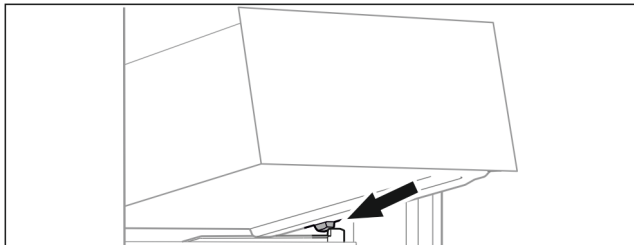

Fig. 114
- Vendosni sirtarin pjerrtas prapa ndaluesve mbi brinjën e kutisë. (shihni Fig. 114)